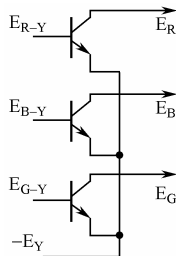

图 5-9 基色矩阵电路
(1) 兼有矩阵变换功能的基色视频放大电路。如图 5-9 所示。